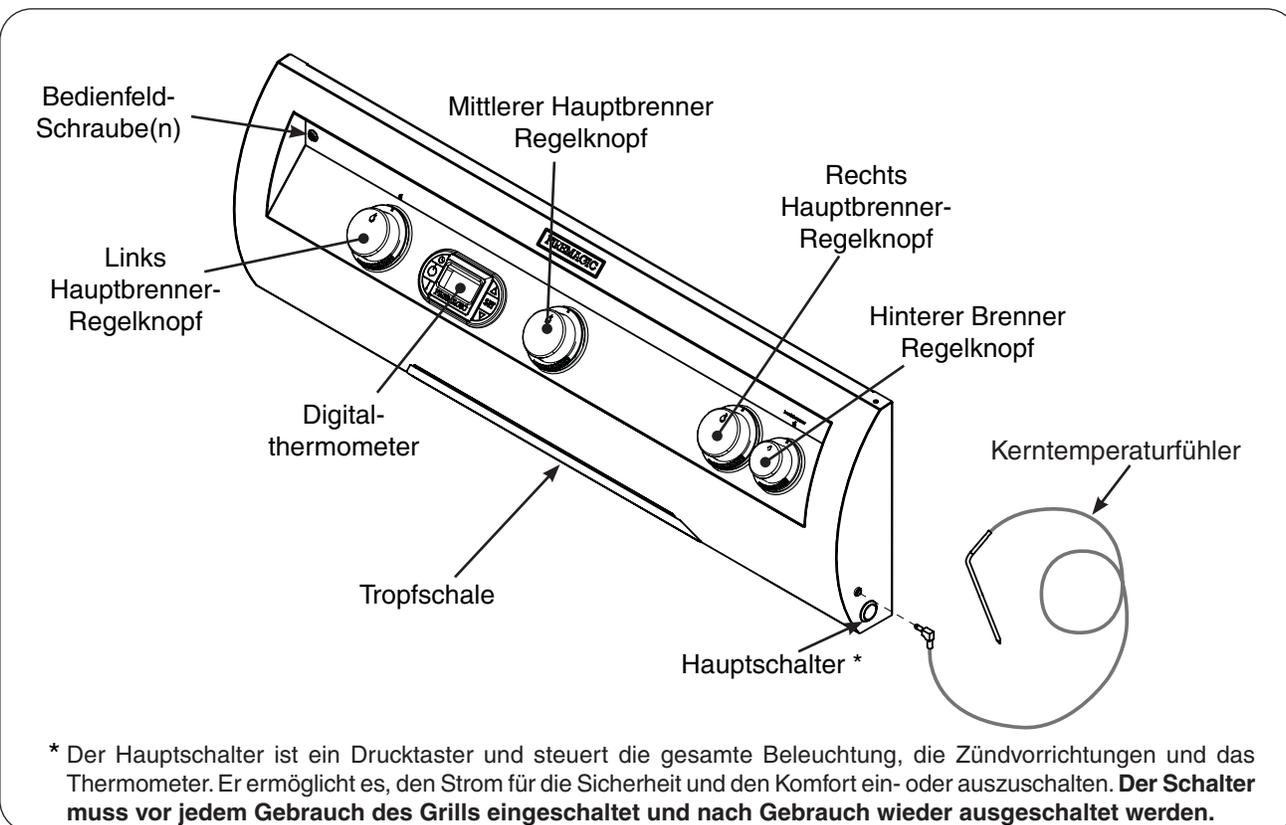

Abb. 26-2 Anordnung der Bedienelemente E660i und E790i
1. Drücken Sie die Licht-Taste, um die Innenbeleuchtung des Backofens und die Hintergrundbeleuchtung des Knaufs einzuschalten (Siehe Abb. 26-2). Die Innenraumbeleuchtung des Ofens wird vorübergehend ausgeschaltet, wenn die Haube geschlossen wird (außer Modelle Magic View) geschlossen ist.